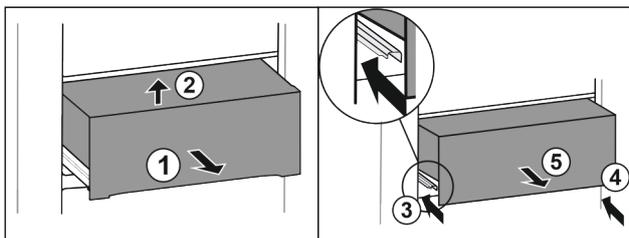

Fig. 35*
- Sortir le tiroir à mi-chemin Fig. 35 (1).*
- Le soulever à l'avant Fig. 35 (2).*
- Rentrer le rail de gauche Fig. 35 (3).*
- Rentrer le rail de droite Fig. 35 (4).*
- Retirer le tiroir par l'avant Fig. 35 (5).*